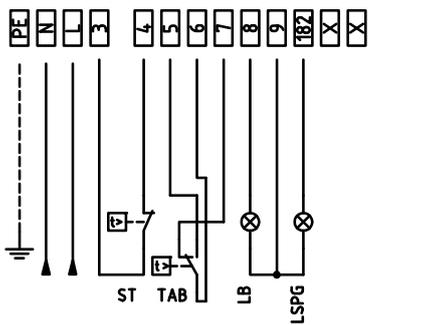
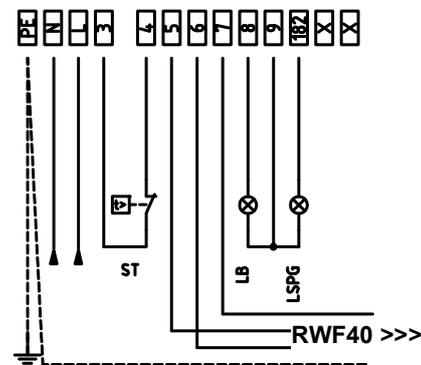

Fig. 26: Quemadores progresivos
Fig. 28: Quemadores modulantes
- 1 Conectar los conductores correspondientes a la señal de autorización de la caldera hacia el quemador, para los siguientes componentes (Fig. 26, Fig. 28):
- 2 Conectar los conductores correspondientes a la señal de autorización del quemador hacia la caldera, para los siguientes componentes (Fig. 26, Fig. 28)